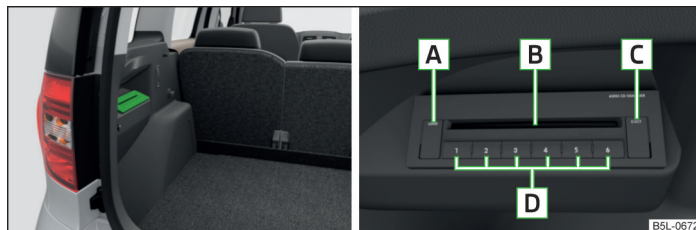

Fig. 101 Magazia de CD-uri
➤ Apăsați scurt pe tasta **C** » fig. 101 și introduceți CD-ul (Compact Disc) în fanta pentru CD **B**. CD-ul va fi depozitat automat pe prima poziție liberă din magazia de CD-uri. Lampa de control din tasta respectivă **D** va înceta să clipească.
➤ Mențineți tasta **C** » fig. 101 apăsată mai mult de 2 secunde și introduceți toate CD-urile pe rând (maxim 6 CD-uri) în fanta pentru CD-uri **B**. Lămpile de control din tastele **D** nu mai clipească.
➤ Apăsați tasta **C** » fig. 101. Lămpile de control din tastele **D** se aprind pentru pozițiile care au fost încărcate cu CD-uri și clipească pentru pozițiile libere.
➤ Apăsați tasta **A** » fig. 101. Pentru locurile ocupate, se aprind acum lămpile de control din tastele **D**.
➤ Mențineți apăsată tasta **A** » fig. 101 timp de mai mult de 2 secunde. CD-urile vor fi aruncate în afară pe rând.
- Introduceți un CD cu fața inscripționată în sus, atât de mult în fanta **B** » fig. 101, până când CD-ul este tras automat în aparat. Redarea începe automat.